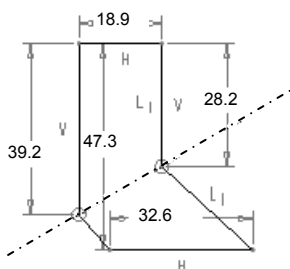

图 4.13.8 打开尺寸显示
Step1. 按下“切换尺寸显示的开关”按钮 ，打开尺寸显示，此时图形如图 4.13.8 所示。